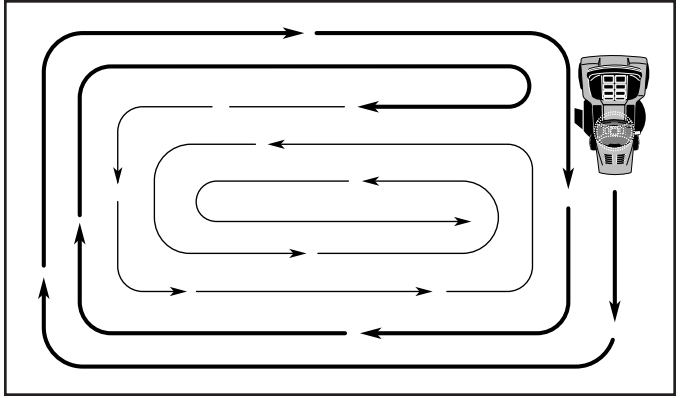

Fig. 25
- Pour tonder une grande surface, on vous conseille de commencer par tourner à droite, de façon à ce que l'herbe ne soit pas déversée sur les arbustes, les clôtures, les allées, etc. Après un ou deux tours, tondez en sens inverse en tournant à gauche jusqu'à ce que le travail soit achevé (Voir la Fig. 25).